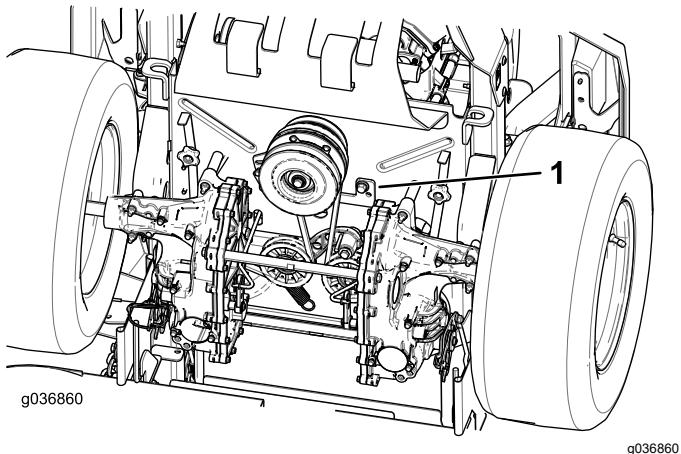

Figura 63
5. Retire o batente da embraiagem (Figura 63).
9. Instale o batente da embraiagem (Figura 63).